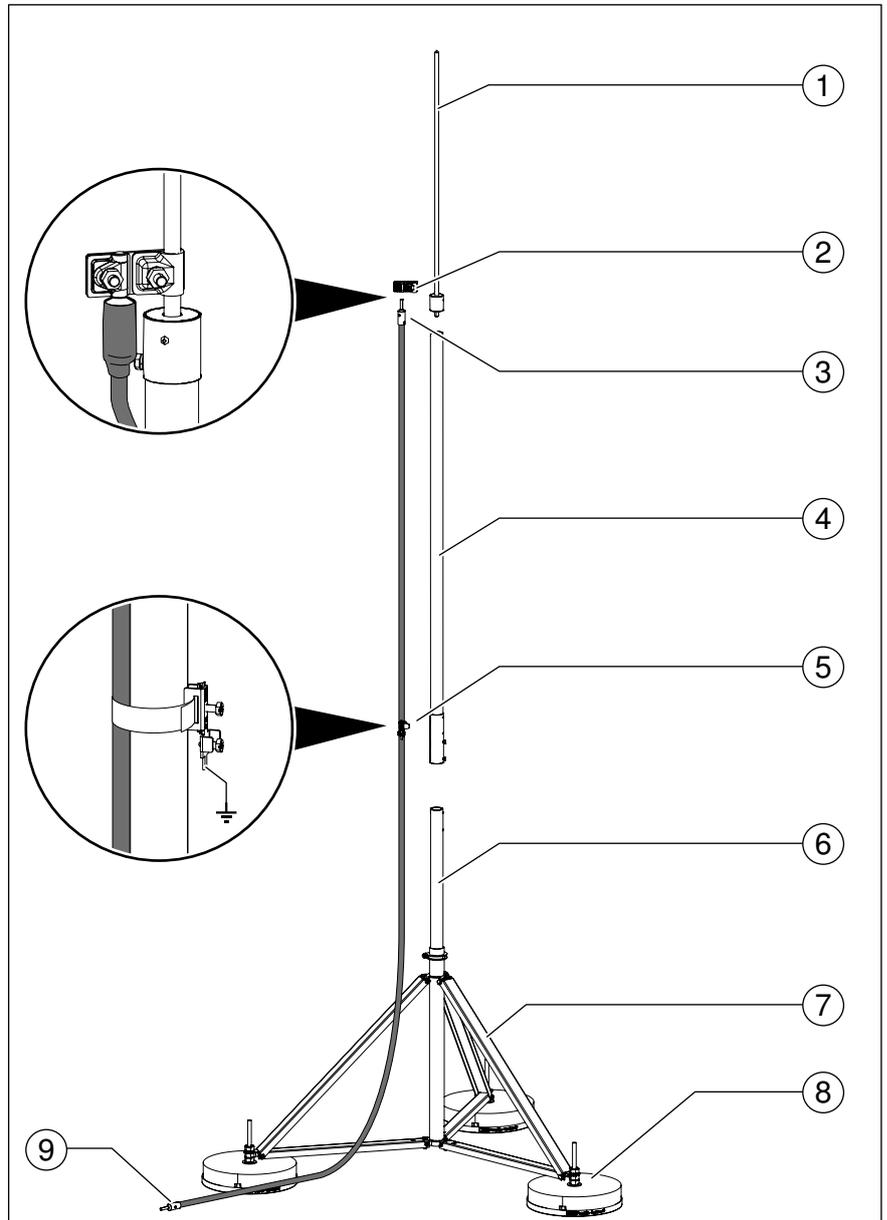

Abb. 39: isFang-Fangmast mit außen verlegter isCon®-Ableitung
- Das Anschlusselement (Abb. 39 Nr. ③) an der isCon®-Ableitung montieren, wie in den Abschnitten „5.1.2 Kupferseele zum Anschluss freilegen“ auf Seite 29 und „5.2 Anschlusselemente isCon connect, isCon con 2 und isCon con PRE montieren“ auf Seite 30 beschrieben.